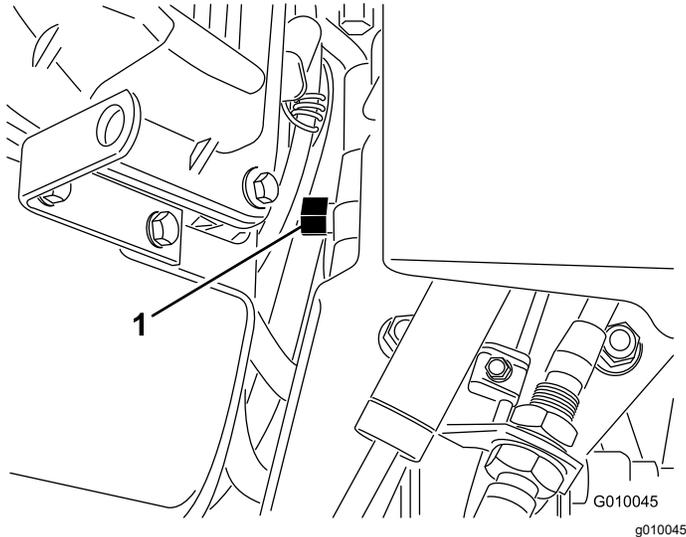

Bild 29
2. Finden Sie das Sicherheitsventil zwischen der Motor und der hydrostatischen Pumpe (**Bild 29**).
3. Drehen Sie das Sicherheitsventil mit einem Schlüssel ($\frac{5}{8}$ ") eine Umdrehung nach links. So kann das Hydrauliköl an der Pumpe vorbei fließen, und die Räder können sich ungehindert drehen (**Bild 29**).
5. Drehen Sie das Sicherheitsventil um eine Umdrehung nach rechts (**Bild 29**), wenn Sie die Maschine erneut verwenden möchten.